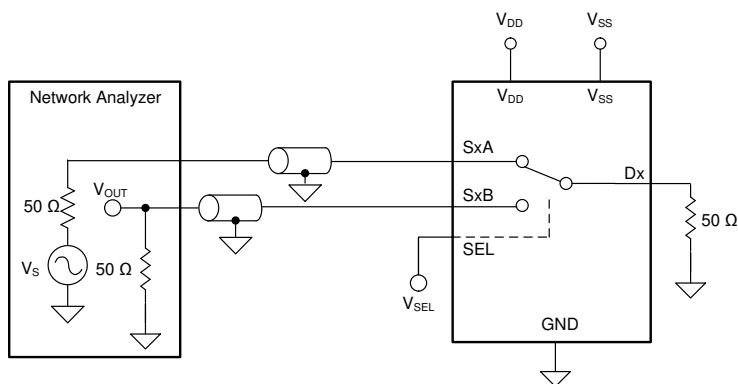

図 6-8. チャネル内クロストーク測定時の設定
1. チャネル内クロストーク: 図 6-8 に示すように、同じチャネルのオンスイッチ入力のソースピンに 1-VRMS 信号を印加した場合の、オフスイッチ入力のソースピン (Sx) 電圧。